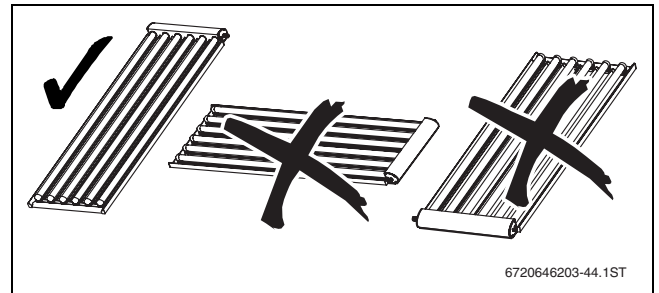

Bild 17 Zulässige Montageorientierung
- Kollektoren immer mit dem Sammelkasten nach oben montieren (→ Bild 17).